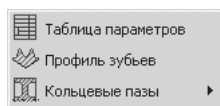

Рис. 3.21. Всплывающее меню после щелчка по кнопке  – **Дополнительные элементы ступеней** после выделения элемента механической передачи
- щелкните в верхнем окне системы КОМПАС-SHAFT 2D на панели инструментов по кнопке – **Дополнительные элементы ступеней**. Появится всплывающее меню, см. рис. 3.21;